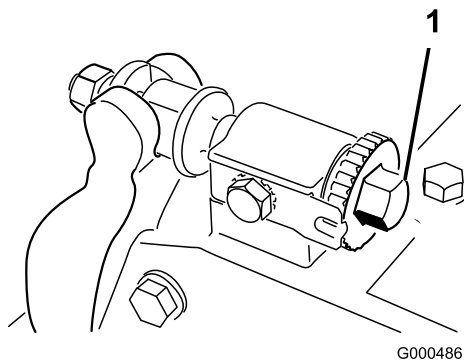

Figura 11
1. Collocate l'apparato di taglio su una superficie piana e orizzontale. Girate in senso antiorario le viti di regolazione della barra di appoggio per accertarvi che la barra di appoggio non tocchi il cilindro (Figura 11).